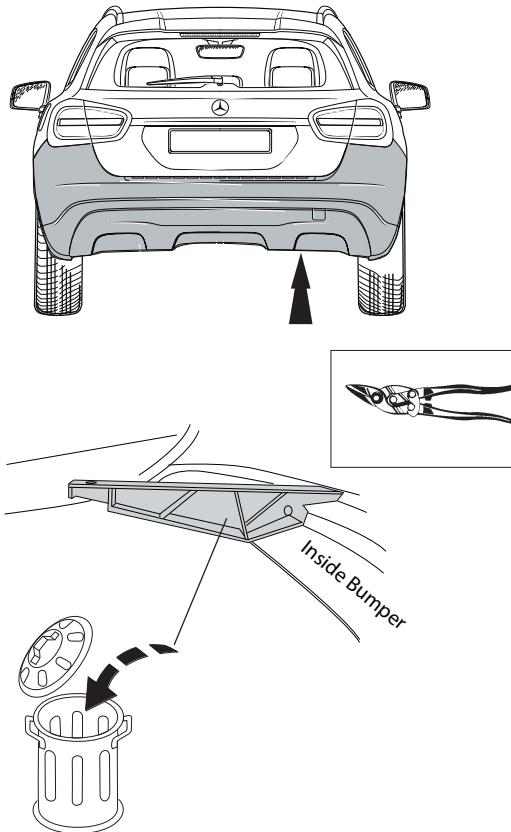

Fig. 5
10. Вырезать обозначенные части, как указано на рис. 5.